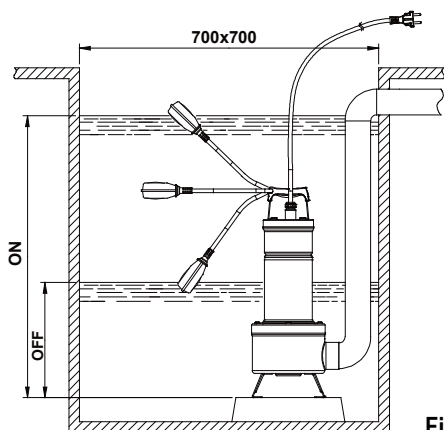

Fig.1
- 4.1 Si el fondo del pozo donde la bomba deberá trabajar estuviera muy sucio, es conveniente instalar un soporte para apoyar la bomba y evitar así que se obstruya (Fig.1).
- 4.4 Para la versión provista de interruptor de flotador, comprobar que éste pueda moverse libremente (VÉASE EL PÁRRAFO DE REGULACIÓN DEL INTERRUPTOR DE FLOTADOR). Prever pozos de instalación con dimensiones mínimas como en la Fig.1. Se deberá siempre dimensionar el pozo incluso en relación a la cantidad de agua que llega y al caudal de la bomba, con el propósito de no someter el motor a excesivos arranques.